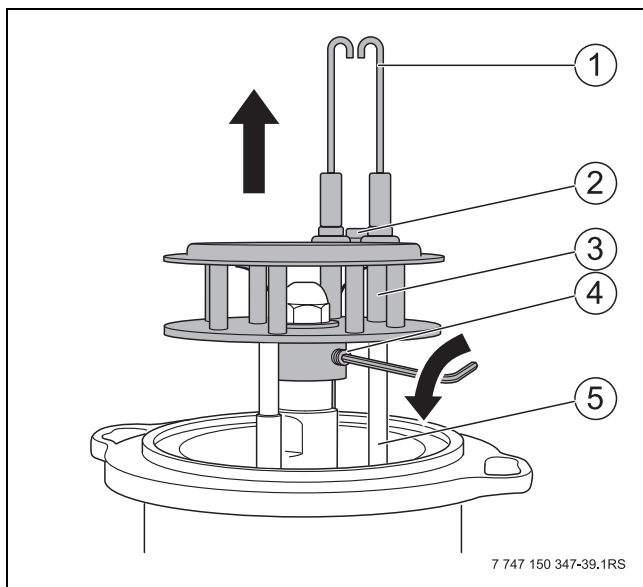

Bild 50 Mischsystem ausbauen
- ▶ Schraube (Bild 50, [2]) zwischen den Zündelektroden lösen.
- ▶ Zündelektrode (Bild 50, [1]) ausbauen.
- ▶ Mischsystem mit Gewindestift (→ Bild 50 , [4]) sichern.